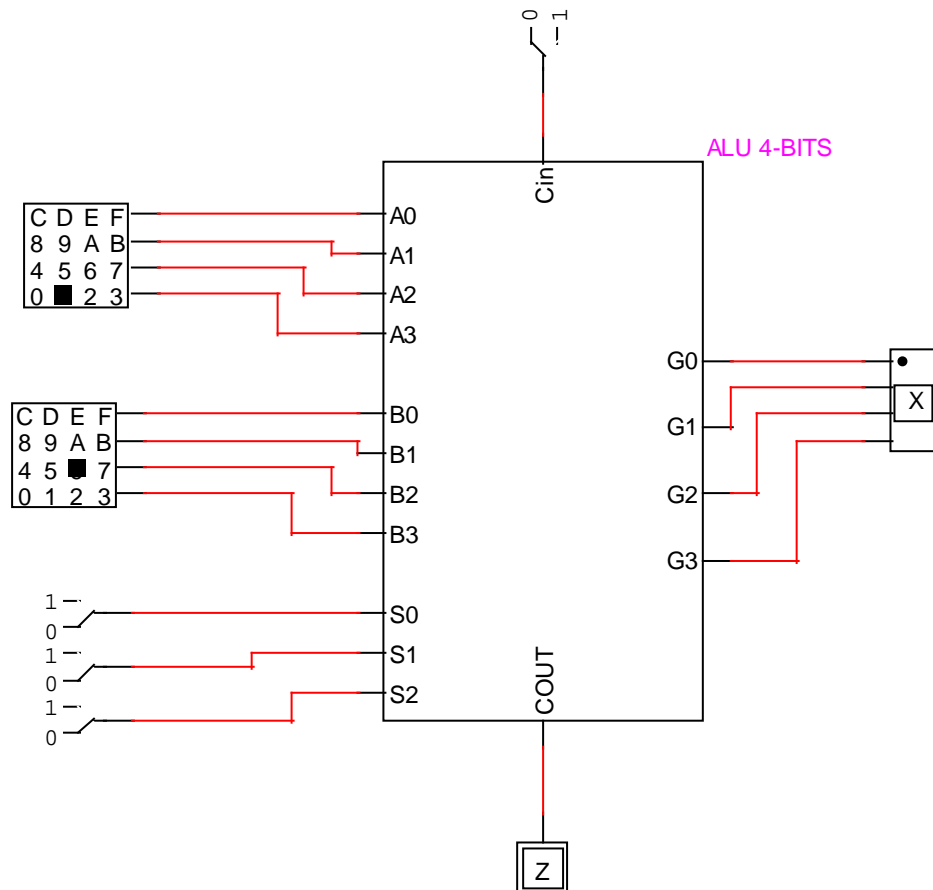

Figura 3.5. Circuito de prueba de la ALU de 4 bits.
- Realice en LogicWorks la ALU de la *Figura 3.4* y **el circuito de prueba de la Figura 3.5**. Para ello, use (de la biblioteca *Simulation IO.clf*) dos componentes HEX KEYBOARD wo/STB para generar los datos  $A_3A_2A_1A_0$  y  $B_3B_2B_1B_0$ , un componente HEX\_DISPLAY para visualizar las salidas  $G_3G_2G_1G_0$ , cuatro BINARY SWITCH para generar las señales  $S_2S_1S_0C_{in}$ , y un BINARY PROBE para visualizar la salida  $C_{out}$  y así realizar la prueba experimental del circuito.